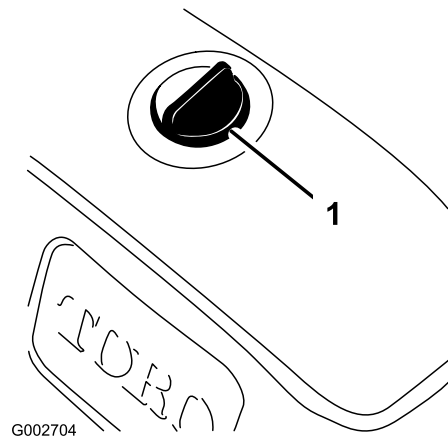

Figura 42
3. Limpie la zona alrededor del tapón del depósito hidráulico para evitar que entre suciedad en el depósito (Figura 42).